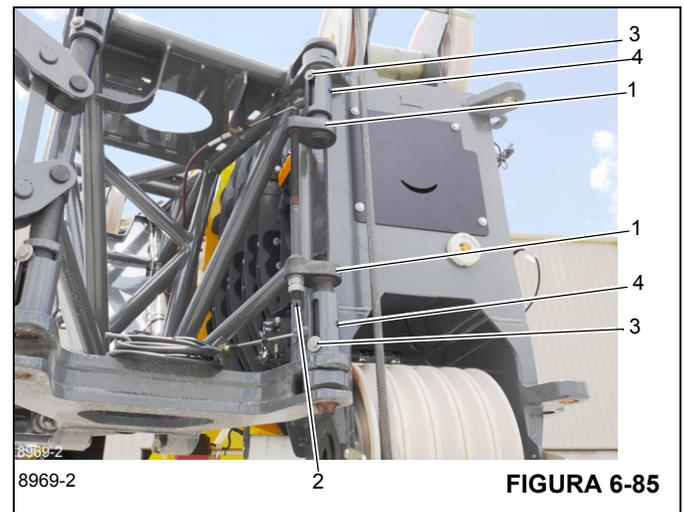

FIGURA 6-85
13. Instale los pasadores (1, Figura 6-85) a través de los adaptadores usando un destornillador de golpe y girando el tornillo separador (2) en sentido contrario. El perno del destornillador tocará fondo cuando los pasadores estén enganchados completamente. Los pernos y las arandelas (3) están en el extremo de las ranuras. Verifique que los pasadores estén completamente enganchados y que los pernos y las arandelas estén en el extremo de las ranuras.
los pasadores del lado derecho de la punta de la pluma estén completamente enganchados y los extremos del cable estén insertos en los pasadores, consulte (4, Figura 6-85).